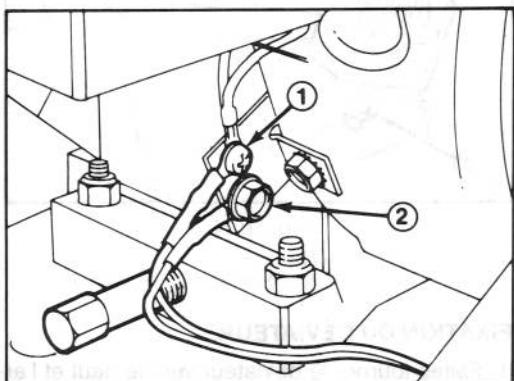

Figure 8
1. Enlevez la vis à tête Phillips, et le fil, du support du moteur, installez le fil à trou de plus petit diamètre et fixez de nouveau au support du moteur (Fig. 8).
2. Introduisez la vis à tête à collierette par le grand trou dans le fil restant, et installez dans le trou inférieur dans le support du moteur (Fig. 8).